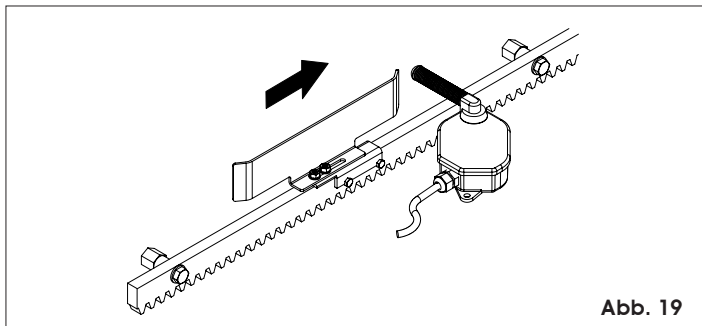

Abb. 19
- 5) Das Feinblech auf der Zahnstange in die Öffnungsrichtung schieben (Abb.19).